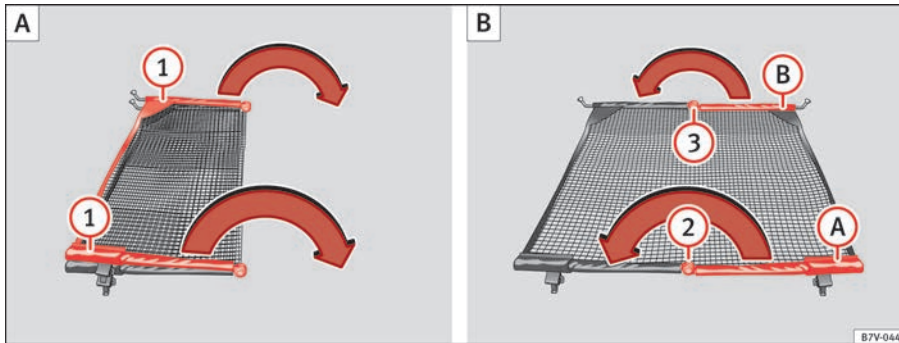

Abb. 93 Netztrennwand ausklappen ① und zurückklappen ② und ③.
Querstangen der Netztrennwand ⇒ Abb. 93 ① in Pfeilrichtung ganz auseinander klappen, bis ein „klickendes“ Geräusch hörbar ist.
- Entriegelungsknopf \Rightarrow Abb. 93 **(2)** drücken und Querstange **(A)** bei gedrücktem Entriegelungsknopf in Pfeilrichtung einklappen.